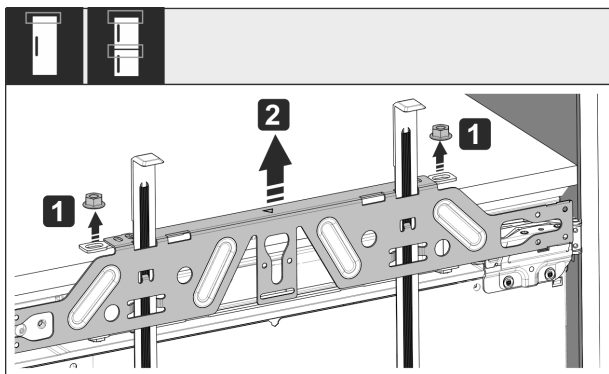

Fig. 51
- ▶ Открутите контргайки Fig. 51 (1).
- ▶ Снимите крепежную поперечину Fig. 51 (2).